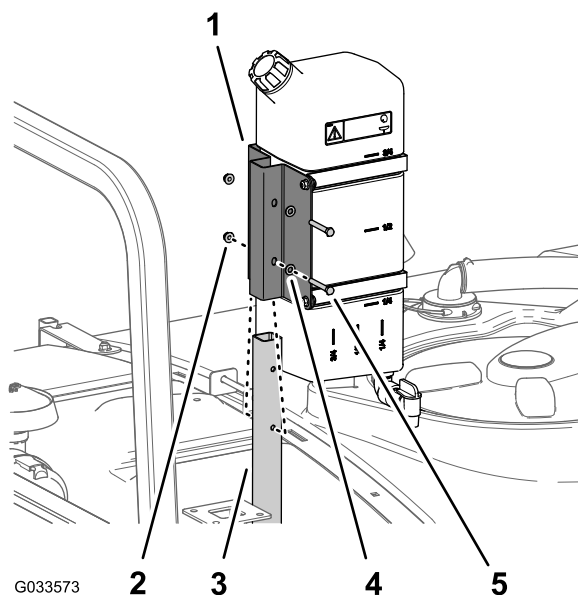

図 47
1. サポートチューブに、真水タンクとマウントを取り付ける ボルト5/16 x 2¼" 2本、フランジロックナット5/16" 2個を使用し 図 47 のように取り付ける。